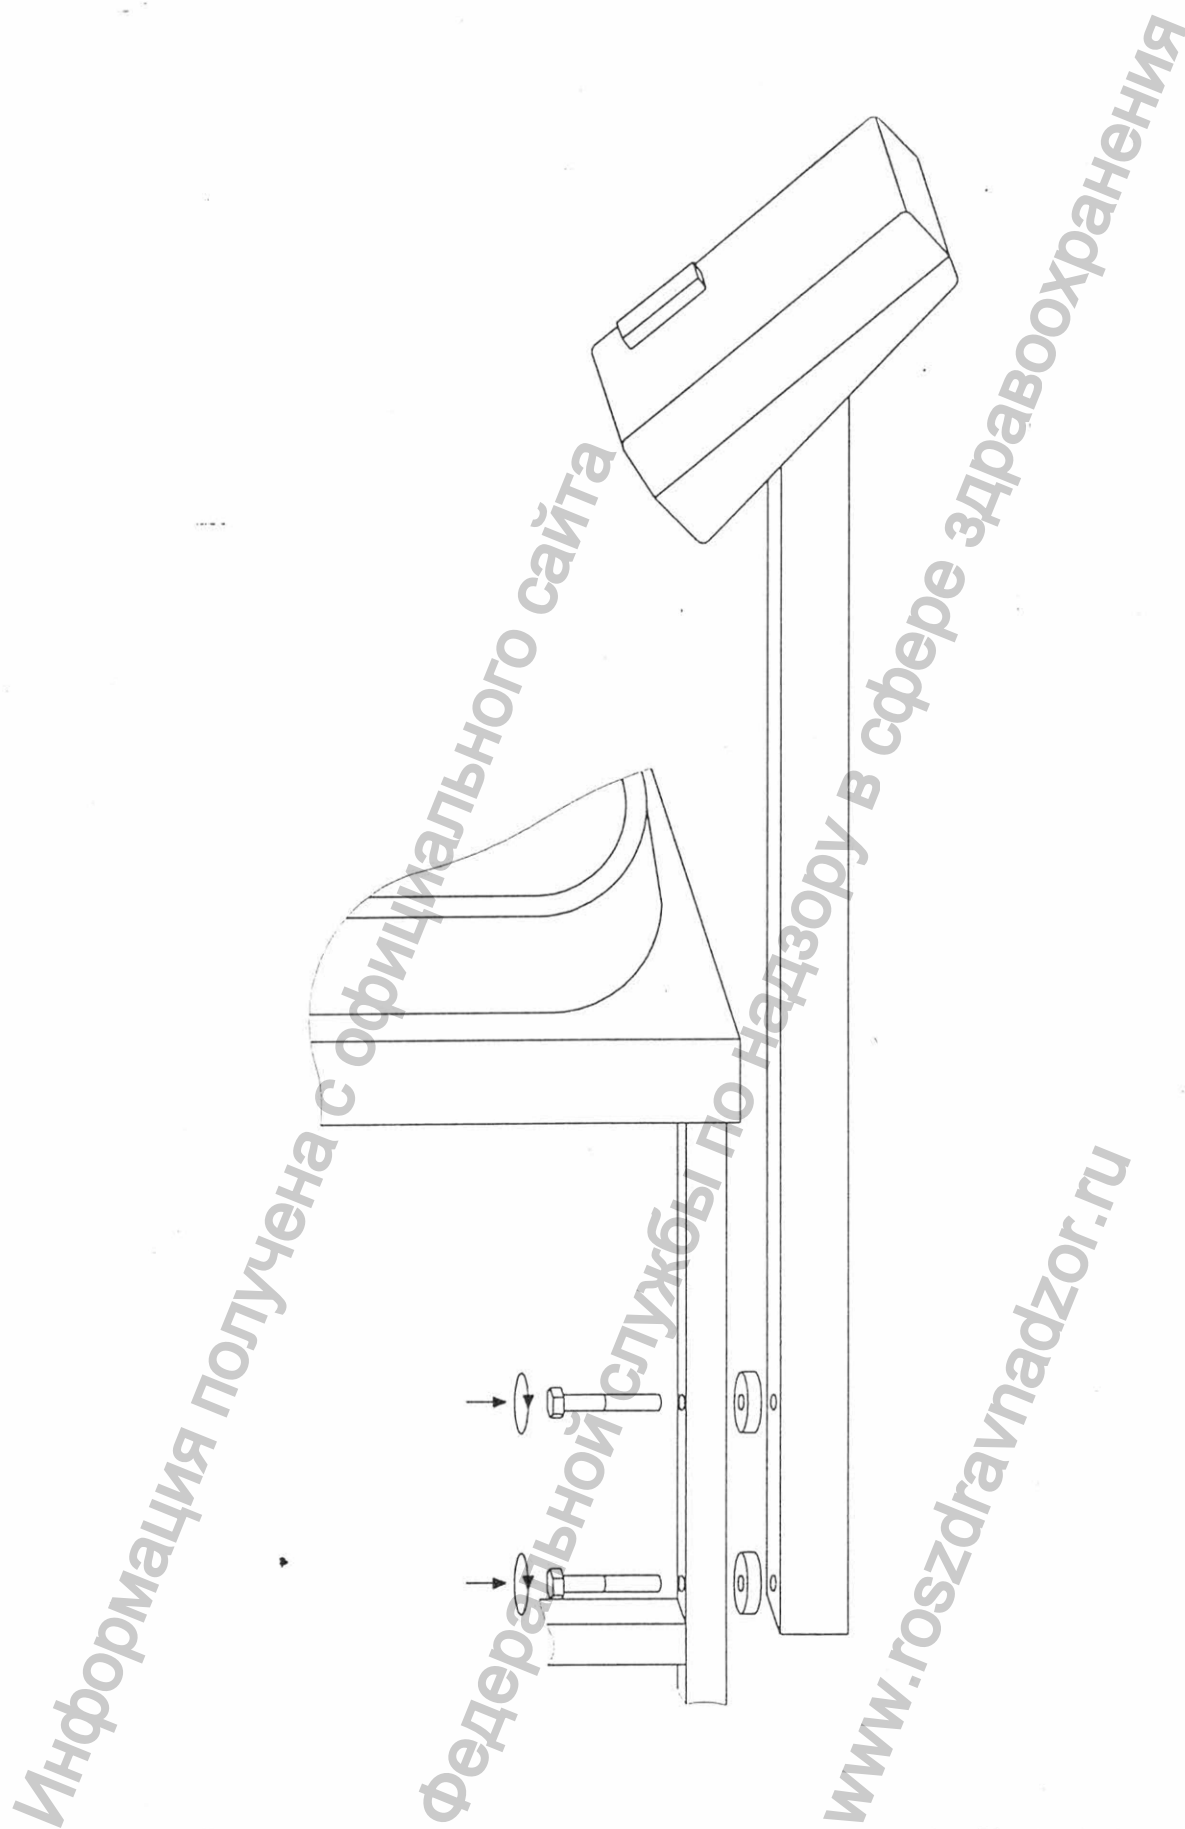
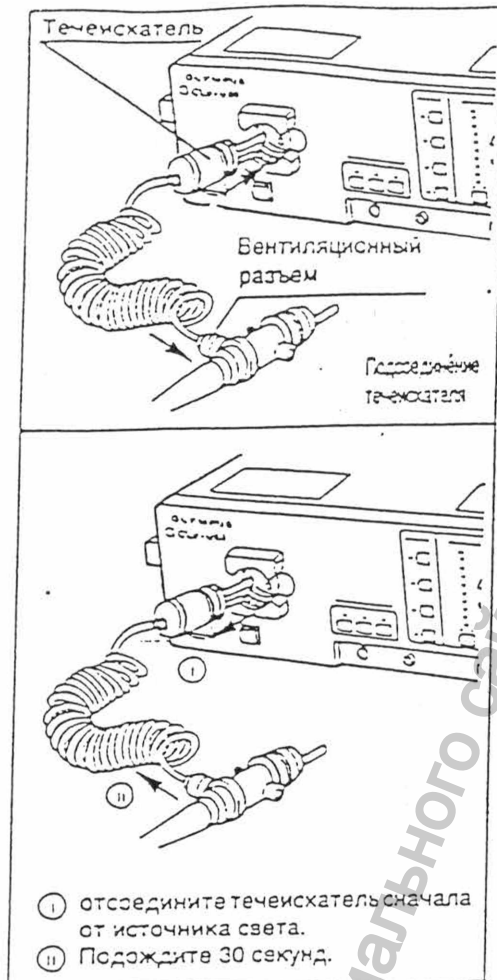

Рис. 7 Крепление пульта управления к передвижной стойке Комплекса
рис. 1
6.1.3. Вынуть из ящика отдельно упакованный пульт управления и закрепить его на передвижной стойке (рис. 1, рис. 7) (два винта М6 и прокладки запакованы в полиэтиленовый мешочек и уложены в упаковку пульта).
7.1.8. Перевести выключатель СЕТЬ на пульте управления в положение "I" (рис.1, рис.2); должен загореться светодиод РЕЖИМ НОРМА. Кнопкой АВТ / РУЧН установить автоматический режим. На дисплее надпись: дата, время, АВТОМАТ. РЕЖИМ.